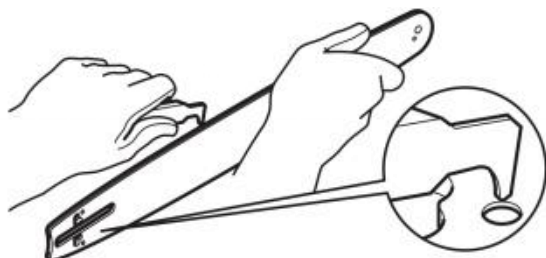

Fig. 71
4. Verwijder resten van de rails op de geleiderail (C13) met een schroevendraaier, plamuurmes, staalborstel of een ander soortgelijk gereedschap. Hierdoor blijven de oliekanalen open, zodat de geleiderail (C13) en de zaagketting (C12) goed gesmeerd worden (Fig. 71).